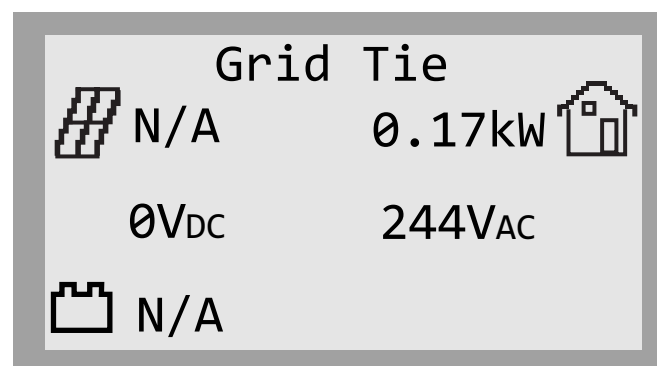

Figure 6-1. Mise sous tension de l'inverseur
Voir la Figure 6-1. Lors de la mise sous tension, l'écran d'accueil apparaît sur l'écran ACL du panneau de commande avec le mode système indiqué en haut de l'écran d'accueil.
1. Voir Figure 6-1. Pendant l'affichage de l'écran d'accueil, appuyez sur le bouton central.